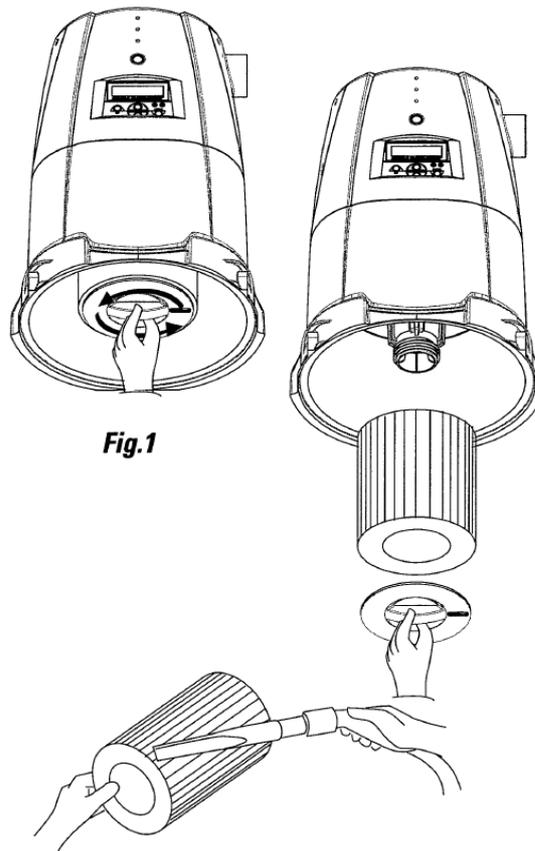

Fig.1
3. Desaparafuse e remova a porca do anel de travamento do filtro (fig.1).